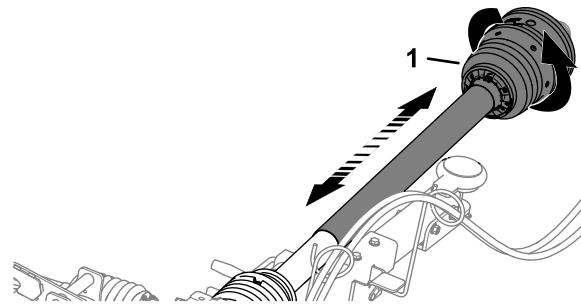

Bild 16
2. Drehen Sie die vordere Hälfte der Schutzabdeckung der Zapfwelle um eine volle Umdrehung (Bild 16).
3. Bewegen Sie die vordere Hälfte der Schutzabdeckung der Zapfwelle zusammen und auseinander, um sicherzustellen, dass sie sich frei ein- und ausschieben lässt (Bild 16).